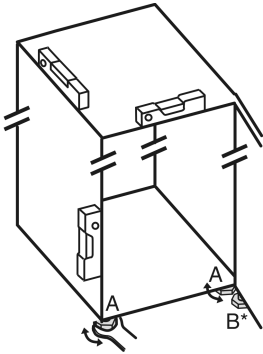

Fig. 24
- ▶ Відкручіть ніжки Fig. 24 (A) наявним у комплекті гайковим ключем із відкритим зівом і за допомогою рівня, доки пристрій не стоятиме рівно на поверхні та його не буде вирівняно.
- ▶ Відкручіть регульовану ніжку Fig. 24 (B) на опорному кронштейні наявним у комплекті гайковим ключем із відкритим зівом, доки вона не прилягатиме до підлоги.
- ▶ Поверніть регульовану ніжку Fig. 24 (B) ще на 90°.